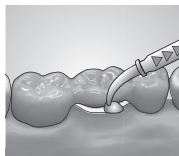

Fig. 5
**Tecnica della doppia miscelazione:** Prima di prendere l'impronta, applicare **Detaseal® antilock** nelle zone ritentive (Fig. 5) e lasciare che faccia presa. Prima della fase successiva, controllare se sono presenti eventuali punti di interferenza. Pulire, asciugare e poi rilevare l'impronta come di consueto con la doppia miscelazione.